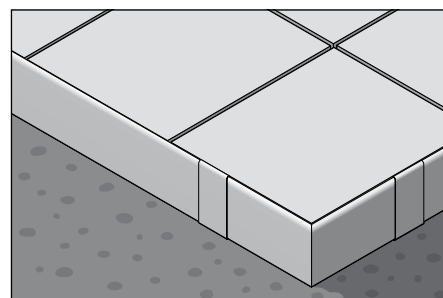

Fig. 7
### Forarbejdning til udlægning af selvbærende pladeelementer på fliselejesystemet TROBA-LEVEL med BARA-RT/BARA RTC (fig. 7)
2. Ved brug af fliselejesystemet TROBA-LEVEL dækker afslutningsprofilen BARA-RT/BARA-RTC den frie kant af belægningskonstruktionen (fig. 7).